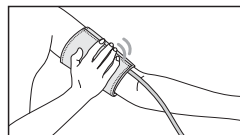

Рис. 9
4. Застегните манжету так, чтобы она плотно облегла руку, но не перетягивала ее. Слишком тесное или, наоборот, слишком свободное наложение манжеты может привести к неточным показаниям (рис. 9).